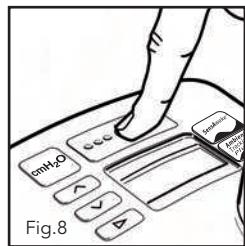

Fig.8
10. Allumer l'appareil à l'aide de l'interrupteur (Fig.8). Lorsque l'appareil est allumé, « ON » (Marche) clignote trois fois sur l'écran LCD puis le paramètre d'humidité apparaît (paramètre usine - voir chapitre 8.1).